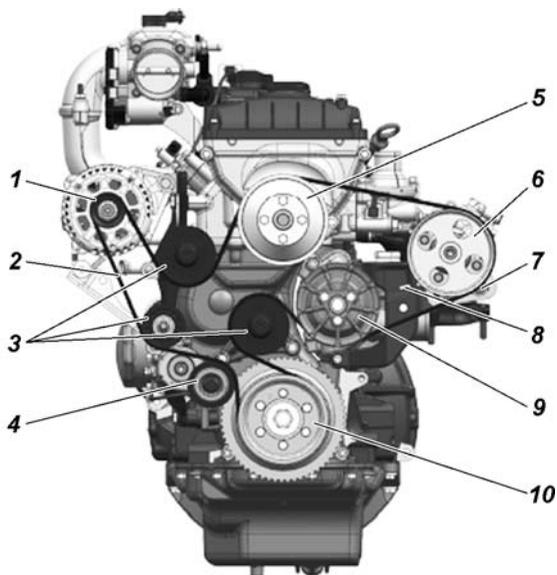

Рис. 9.7. Ремень привода агрегатов:
**На автомобилях, оснащенных генератором ф. «Егае», без кондиционера,** привод агрегатов осуществляется одним ремнем. Его натяжение регулируется автоматически (рис. 9.7). В процессе эксплуатации необходимо контролировать состояние ремня. При обнаружении его большого растяжения возможна регулировка положения насоса ГУР болтом 8 с целью обеспечения продолжения эксплуатации вытянутого ремня. Фиксация насоса ГУР болтами 7.